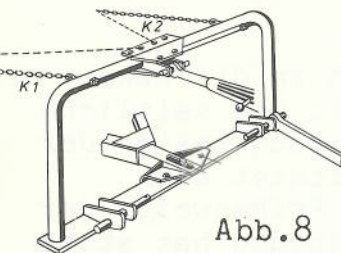

Abb. 8
5. Bei der Einhängung der Ketten K1 und K2 gibt es zwei Möglichkeiten: Abb. 8